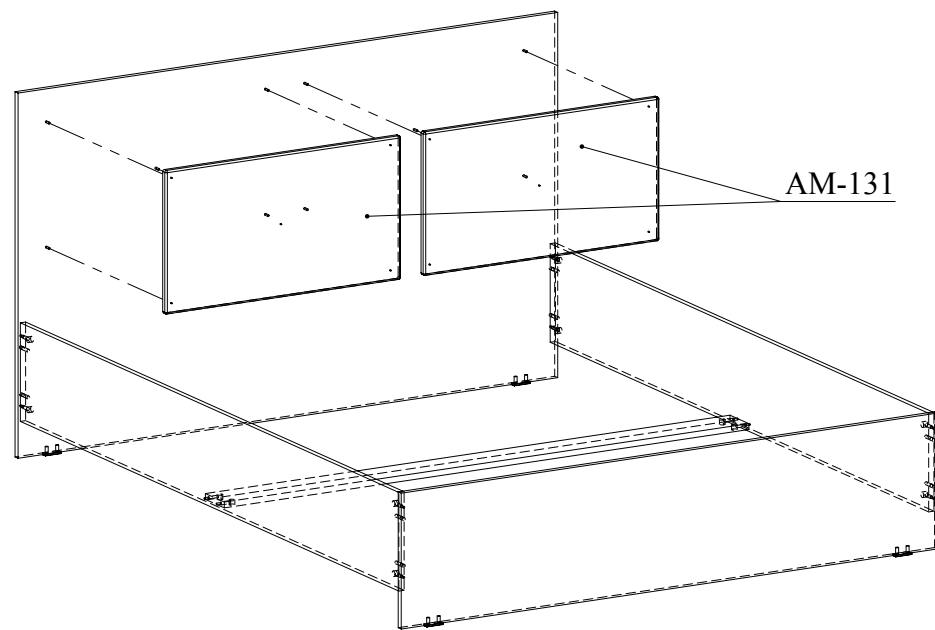

Рис.4
4. Шурупами 4x25 мм прикрепите фасады АМ-131 к детали 1 (Рис. 4).